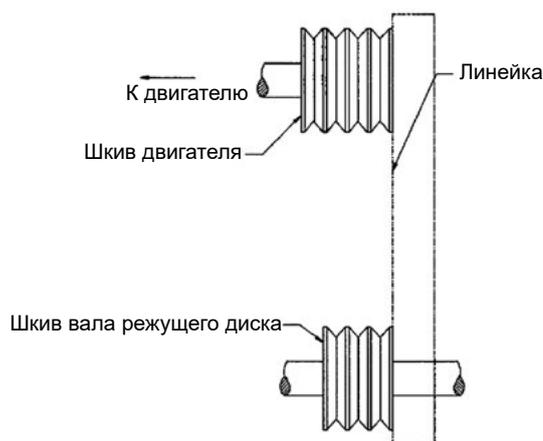

Рисунок 1
6. Для проверки соосности используйте стальную линейку. **См. рисунок 1.**